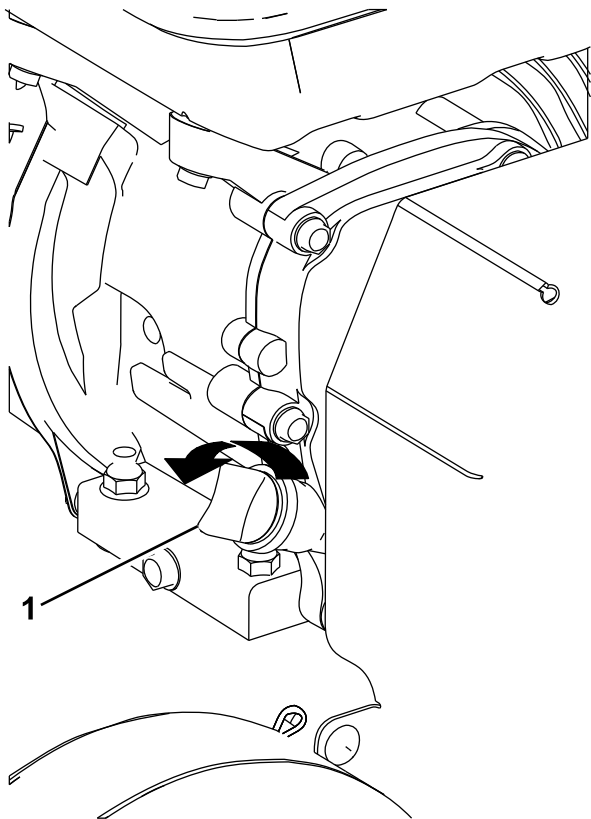

Figure 10
2. Nettoyez la surface autour de la jauge pour éviter de faire tomber des impuretés dans l'orifice de remplissage, ce qui endommagerait le moteur (Figure 10).
3. Dévissez la jauge d'huile et essuyez soigneusement l'extrémité (Figure 10).
4. Insérez la jauge au fond du tube de remplissage (Figure 10).